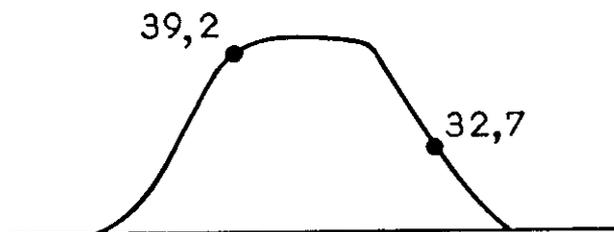

Fig. 2
- Régler les circuits de la barrette UHF du rotacteur, de façon à obtenir la courbe de la figure 2.